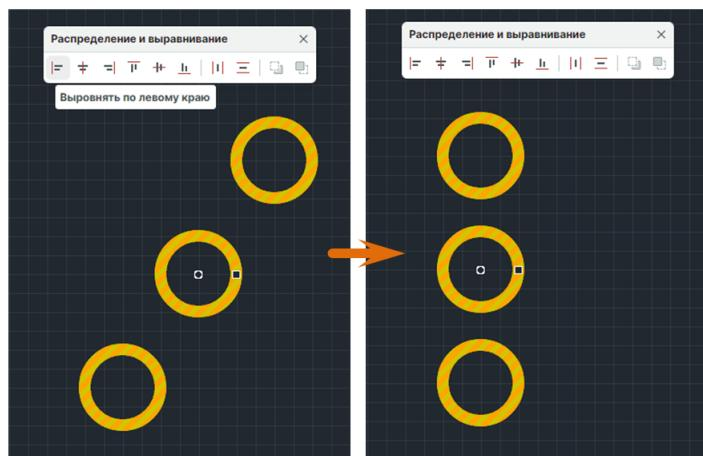

Рис. 311 Выравнивание по левому краю
2. На панели «Распределение и выравнивание» выберите инструмент «Выровнять по левому краю», который обозначен иконкой , см. Рис. 311.